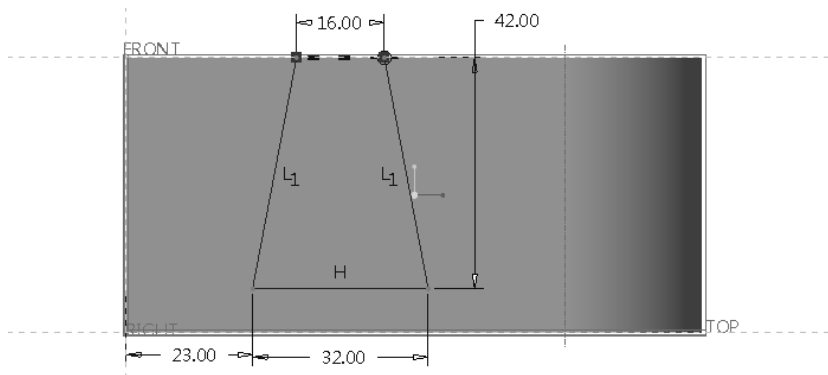

图 6-78 绘制图元链
7) 绘制一条单一连续图元链，如图 6-78 所示。单击  (确定) 按钮，完成草绘并退